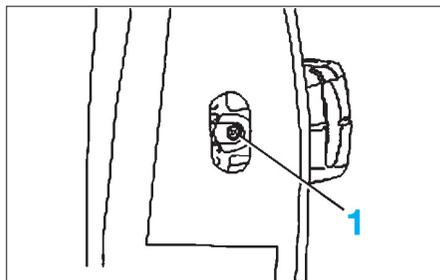

FIG. 63
- Déposer la vis (1) (Fig.63) de fixation de poignée de porte.